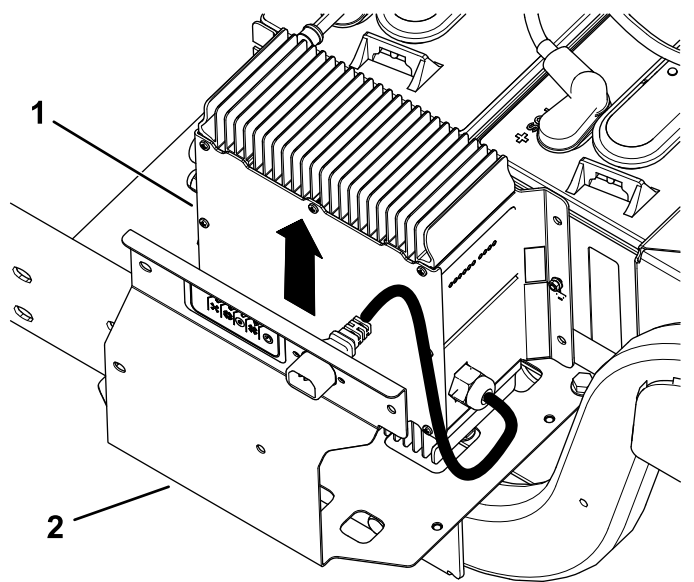

図 5
2. 充電ブラケットからチャージャと充電ケーブルを取り外す 図 5。